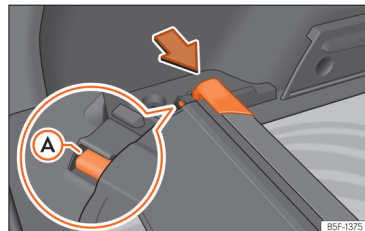

Fig. 181 Na bagageira: alojamento para guardar a chapeleira.
- Pressione a cabeça da chapeleira enrolável no sentido da seta até encaixá-la no alojamento previsto para essa utilização »» Fig. 181. Certifique-se de que o patim A encaixa no alojamento correspondente.